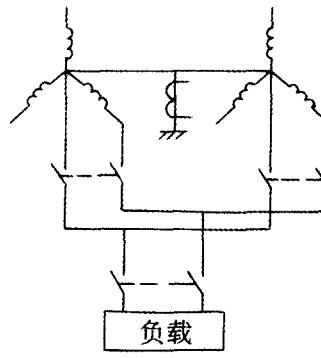

图 7
**防范措施：**若变压器必须并联使用，则应按图7所示的方式接线。